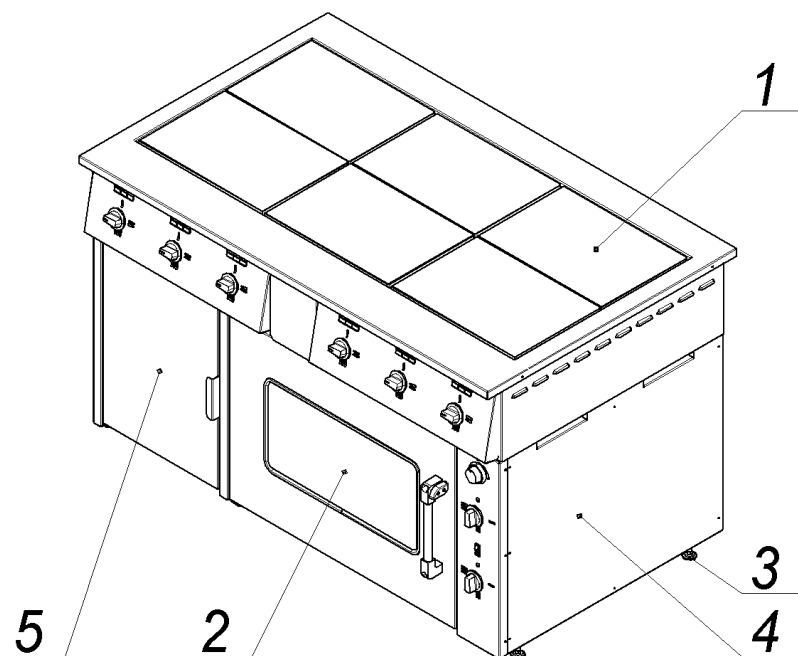
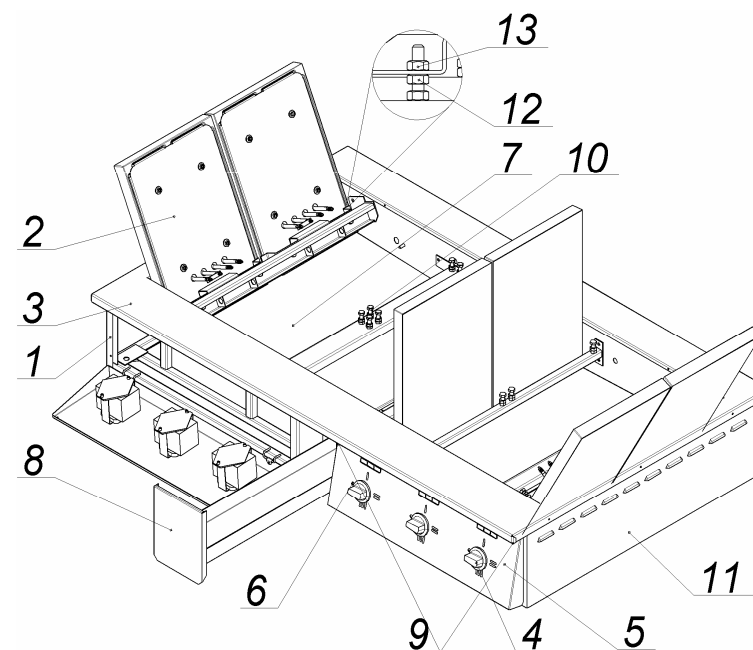
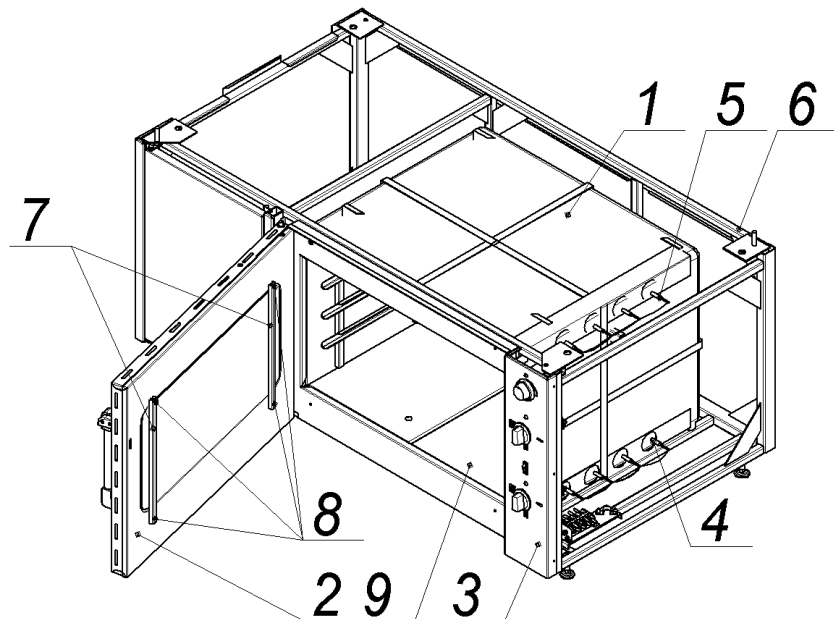

Рис.1
Рис. 2
Рис.3
4.3 Собственно плита (рис.2) установлена на каркасную раму жарочного шкафа (рис.3. поз.6) и состоит из каркаса (поз.1), с закрепленными на нем шестью конфорками (поз.2), столом (поз.3), облицовочными (поз.11) и лицевыми панелями (поз.5).
4.4 Жарочный шкаф представляет каркасную раму (рис.3, поз.6), в которую вмонтирована тепловая (рабочая) камера (рис.3 поз.1), закрываемая дверкой (рис.3, поз.2) и панель управления (рис.3, поз.3).
- Снять панель управления (рис.3, поз.3) или снять правую облицовочную панель (рис.1, поз.4);
- Снять панель управления (рис.3, поз.3) или правую облицовочную панель (рис.1, поз.4);
- эксплуатировать плиту без лотка (рис.2, поз.8);
- Открыть дверку и вынуть из камеры подовые короба (рис.3, поз.9);